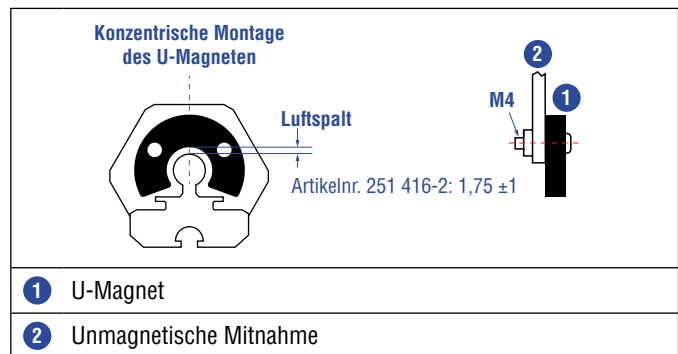

Abb. 70: Montage U-Magnet (Artikelnr. 251 416-2)
- Montieren Sie Blockmagnete zentriert über dem Messstab oder dem Sensorprofil. Maximal zulässigen Luftspalt nicht überschreiten (Abb. 70/Abb. 71).